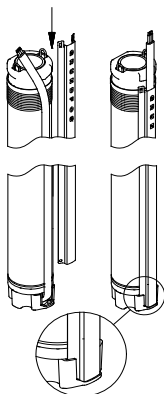

Fig. 9
2. Coloque a protecção do cabo na ranhura da ficha do cabo. As duas unhas da guarda do cabo devem ficar introduzidas no rasgo superior do corpo da bomba, ver fig. 9.